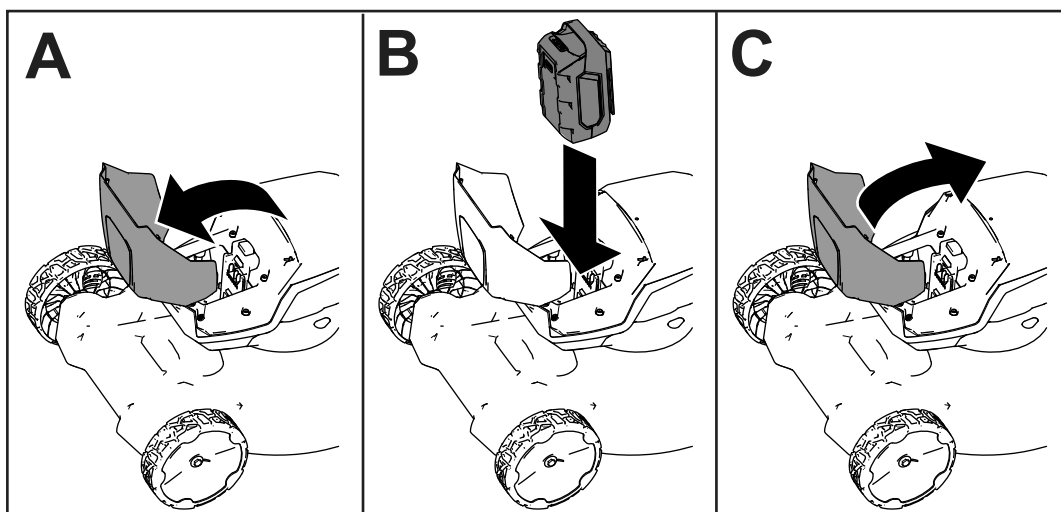

Figure 7
2. Soulevez le couvercle du compartiment de la batterie (A de la Figure 7).
3. Placez le creux dans la batterie en face de la languette sur la machine, et glissez la batterie dans le compartiment jusqu'à ce qu'elle s'enclenche en position (B de la Figure 7).
4. Refermez le couvercle du compartiment de la batterie (C de la Figure 7).